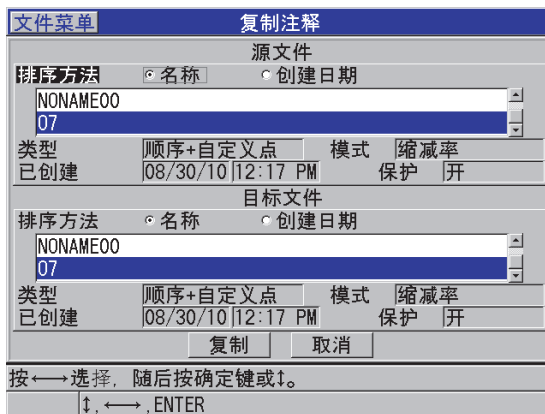

图 11-25 将一个文件中的注释表复制到另一文件
3. 在 **复制注释** 屏幕中 (参见第 201 页的图 11-25):